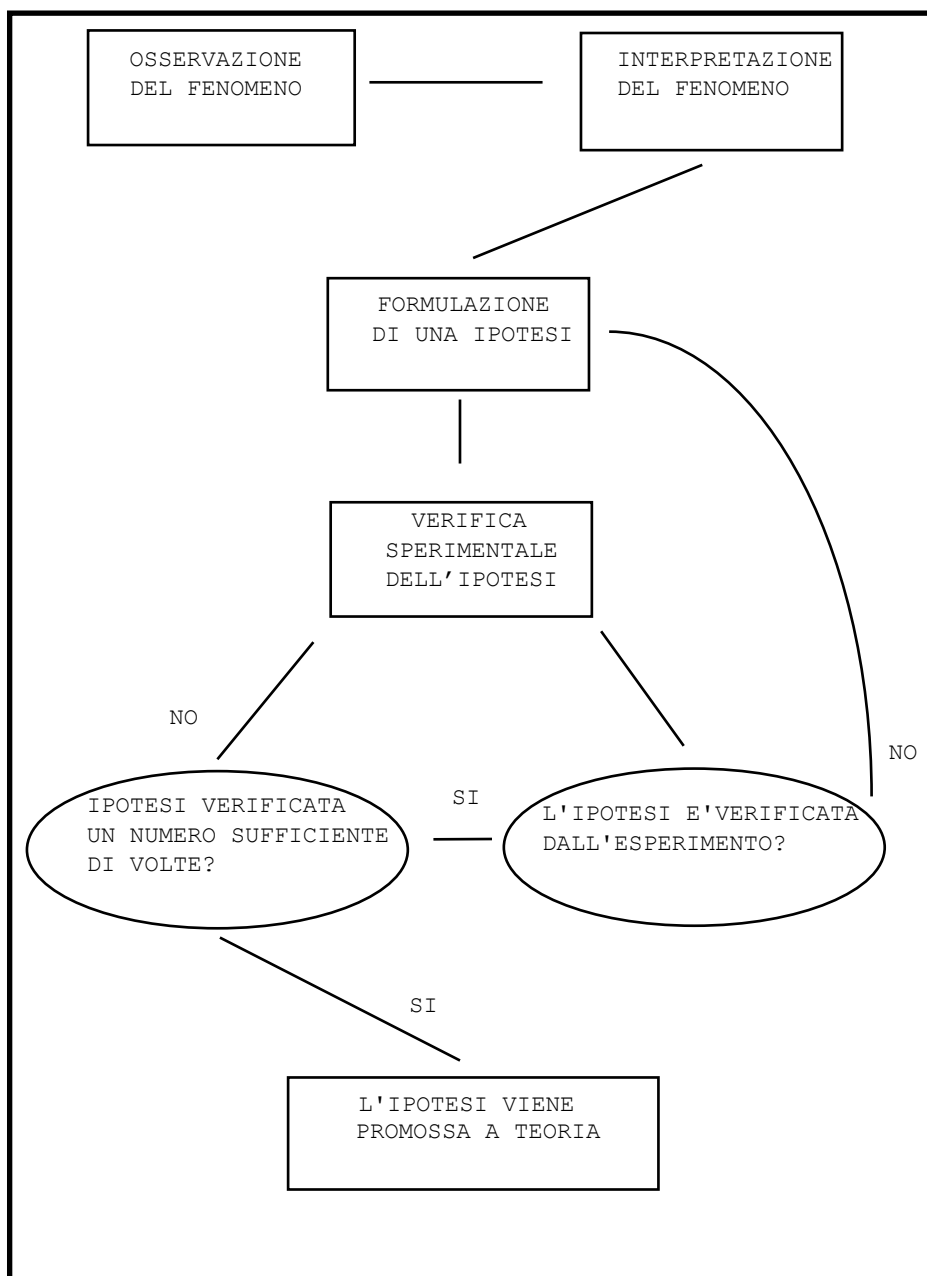

Fig. 1.
- h) considerare criticamente affermazioni e informazioni per arrivare a convinzioni fondate e a decisioni consapevoli (*Fig. 1*).